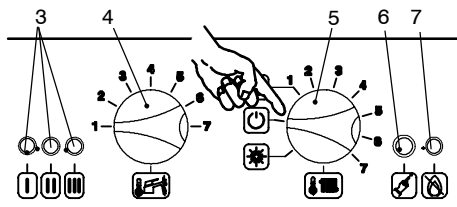

fig. 9.16
- 6 Per uscire dalla funzione SPAZZACAMINO della caldaia posizionare il selettore 5 del pannello comandi come indicato in fig. 9.16